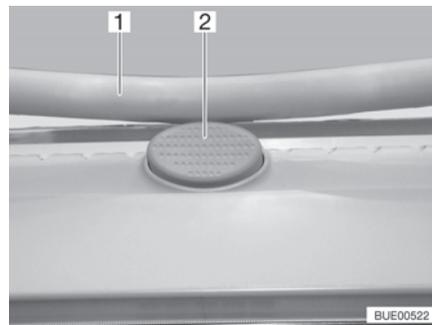

Fig. 43 Bottone di sicurezza (oblò Heki)
- Premere il bottone di sicurezza (Fig. 43,2) e tirare verso il basso la staffa (Fig. 43,1) con entrambe le mani.
- Premere la staffa verso l'alto con ambedue le mani, finché la staffa non poggia al di sopra del bottone di sicurezza (Fig. 43,2).